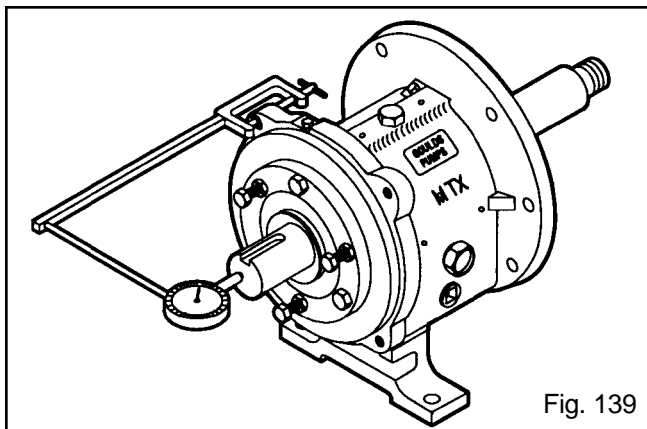

Fig. 139
2. Verifique el juego del extremo del eje. Mueva el eje hacia adelante y luego hacia atrás con la mano, notando el movimiento del indicador. Si la lectura total del indicador es mayor que los valores especificados en la Tabla 10, desarme y determine la causa (Fig. 139).